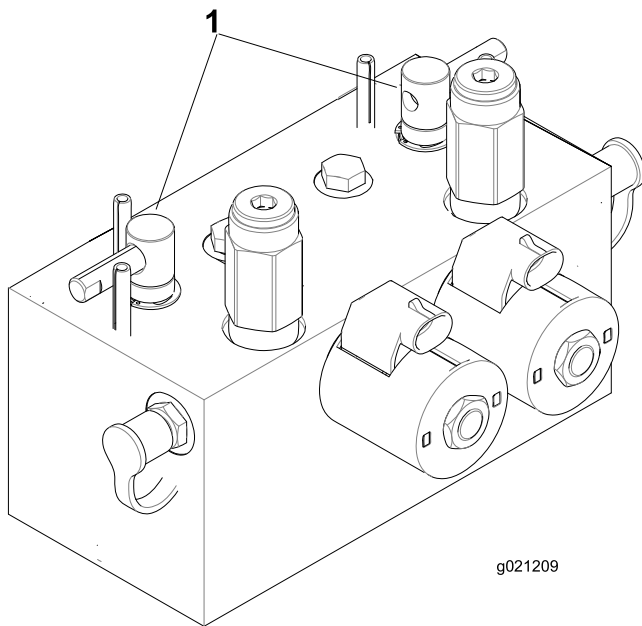

Figure 79
2. Déverrouillez le capot et soulevez-le pour exposer les leviers de rodage (Figure 79).
5. Sélectionnez les leviers de rodage avant, arrière ou les deux pour déterminer les plateaux qui doivent être rodés (Figure 79).